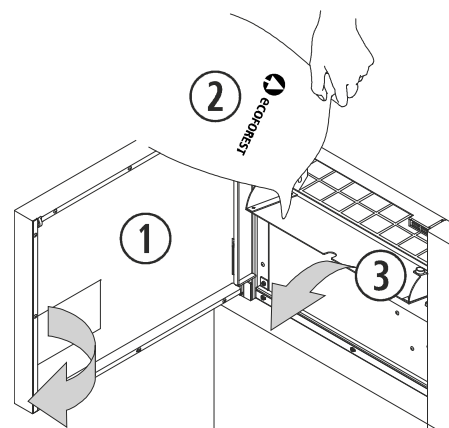

Figura 2
- 2.18.** Para realizar la carga de combustible en la estufa, debemos abrir la tapa de la tolva y vaciar el saco de combustible con cuidado, para evitar que rebose el combustible. La carga de combustible en el modelo Super Insert se realizará por el frontal (*figura 2*).
①	Tapa de la tolva.
②	Combustible.